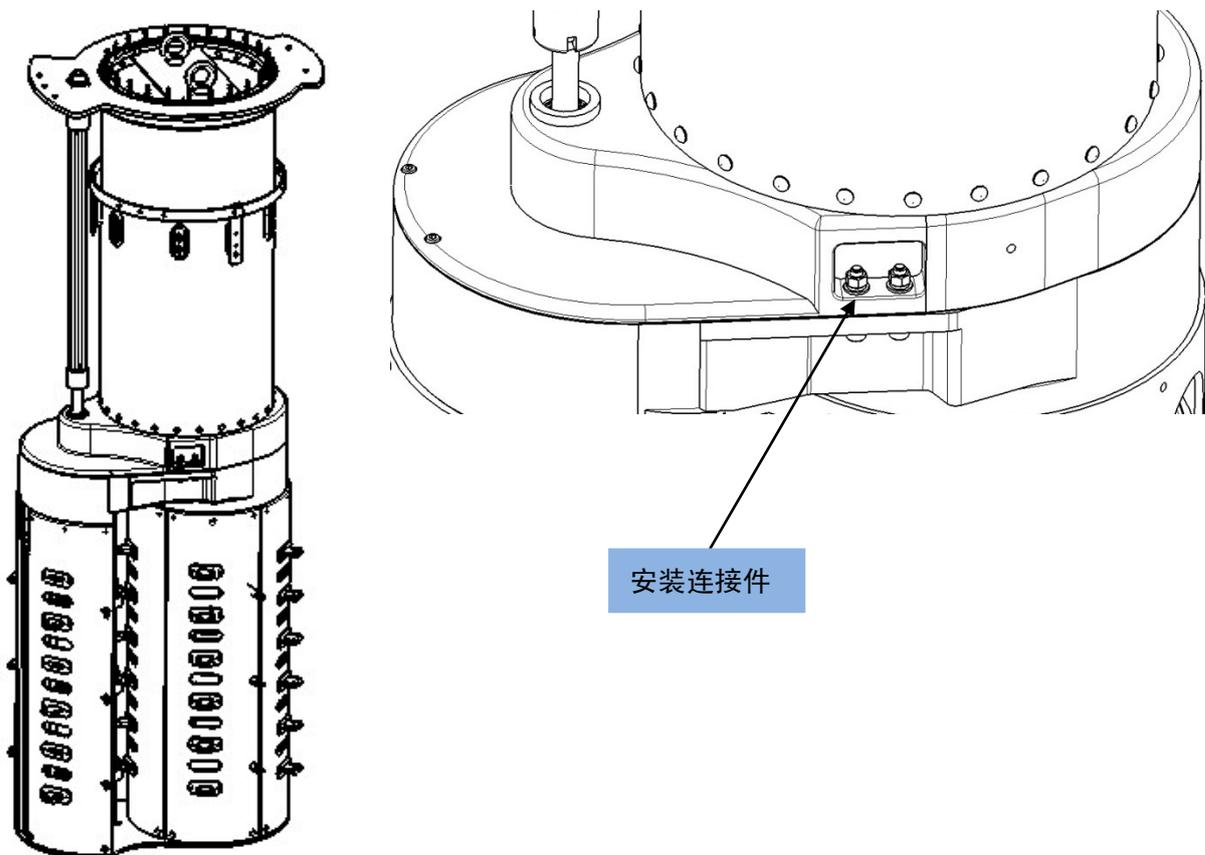

图 11 气室和选择器连接图
4. 将切换开关气室小心放置在选择器上部。（见图11）
6. 将气室和选择器安装孔对准，取出选择器包装箱附件箱 1 内的安装连接件，进行连接（见图 11）扭矩为 50~60Nm。